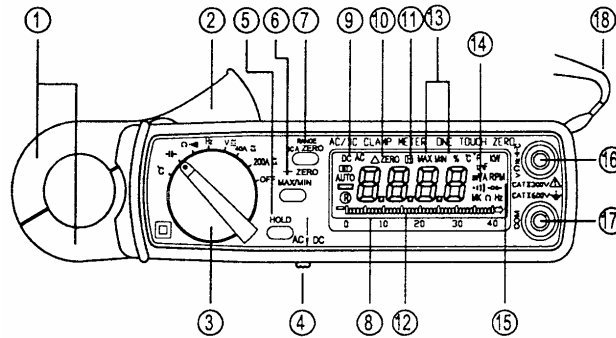

рис. 1. Внешний вид
Установите поворотный переключатель 3 (рис.1) в положение 40А или 200А и передвиньте переключатель 4 (рис.1) в положение DC.
Нажмите кнопку 7 (рис.1) для установки показаний прибора в «0».
Установите поворотный переключатель в положение 40А или 200А и передвиньте переключатель 4 (рис.1) в положение AC.
Установите поворотный переключатель 3 (рис.1) в положение V и передвиньте переключатель 4 (рис.1) в положение DC.
Установите поворотный переключатель 3 (рис.1) в положение V и передвиньте переключатель 4 (рис.1) в положение AC.
- Если емкость конденсатора меньше 4000 пФ, то нажмите кнопку 6 (рис.1)
Установите поворотный переключатель 3 (рис.1) в положение Ω .
Нажмите кнопку 5 (рис.1), при этом отсчет измерения будет зафиксирован на экране ЖКИ.
Для представления на экране максимального или минимального значений измеряемого параметра, обновляющихся в течение измерений, нажмите кнопку 6 (рис.1). При первом нажатии на дисплее высветится максимальное значение и его показания будут обновляться. При повторном нажатии высветится минимальное значение и будет обновляться. После третьего нажатия работа прибора в режиме регистрации максимального/минимального значений прекратится, и он вернется в нормальный режим измерений. При работе в режиме фиксации максимального/минимального значений невозможен режим обнуления.
Если пользователь хочет сам выбрать определенный диапазон измерения, он может нажатием кнопки 7 (рис.1) произвести этот выбор. Для возврата к автоматическому выбору нужно удерживать кнопку 7 (рис.1) в нажатом положении в течение 2 с.